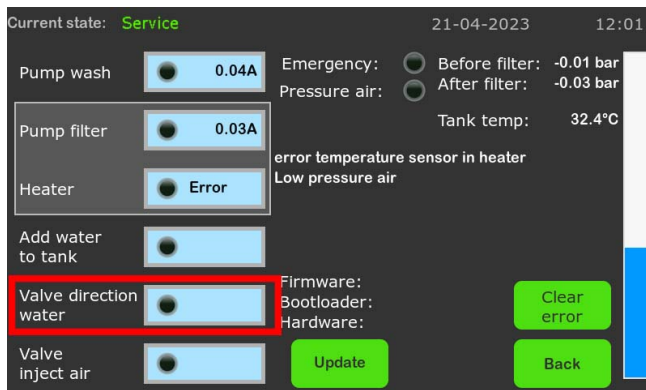

Рисунок 40
3. В меню «Service» несколько раз нажмите на кнопку «Valve direction water» см. рис. 40 и при этом оцените, как перемещается флажок на клапанах VMR 25 см. рис. 41. У нормально работающего клапана флажок перемещается равномерно и всегда возвращается в исходное положение. Если имеются отклонения в перемещения флажка (чаще всего это зависание в среднем положении), то требуется его промывка.